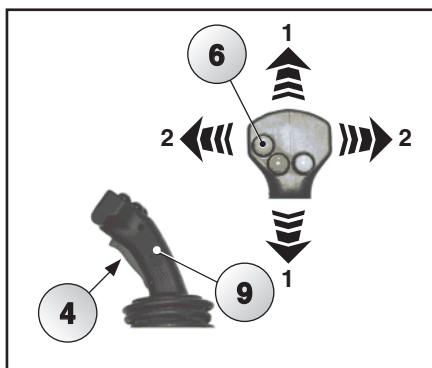
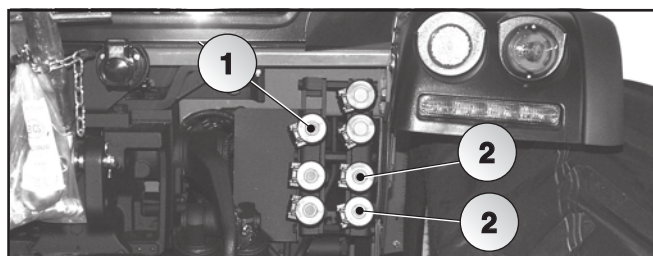

Abb. 5.97
Abb. 5.98
Den grünfarbigen Sicherheitsknopf (4) (Fahrer anwesend) und den blauen Knopf (6) gedrückt haltend, ist es möglich, den Joystick Hebel (9) wie im Bild 5-97 zu richten u. die Schnellkupplungen wie in Bild 5-98 gezeigt zu fördern.